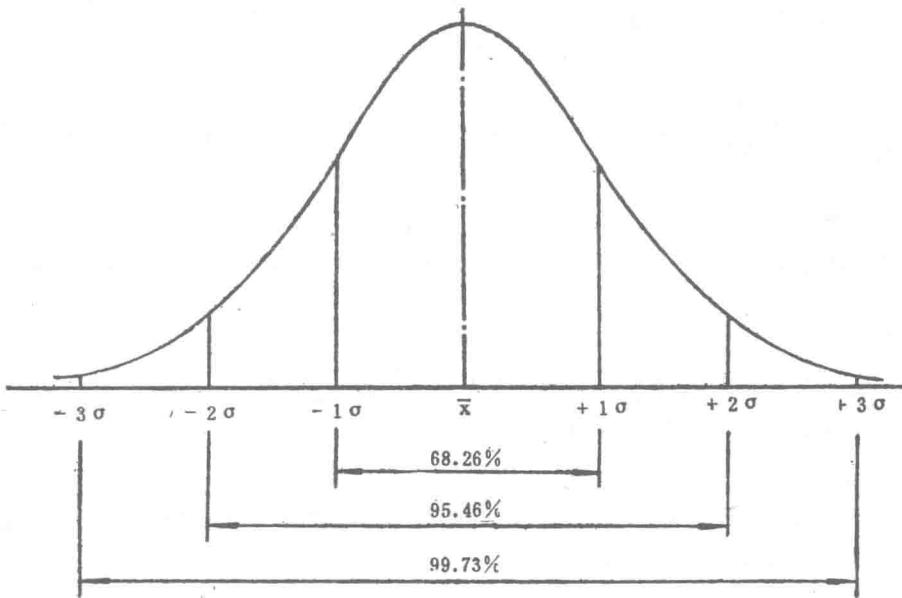

图 1—7
5. 标准差  $\sigma$  可以用来推算落在一个给定区间里的数据占总体的百分率。图 1—7 曲线描绘了正态曲线的基本特征。